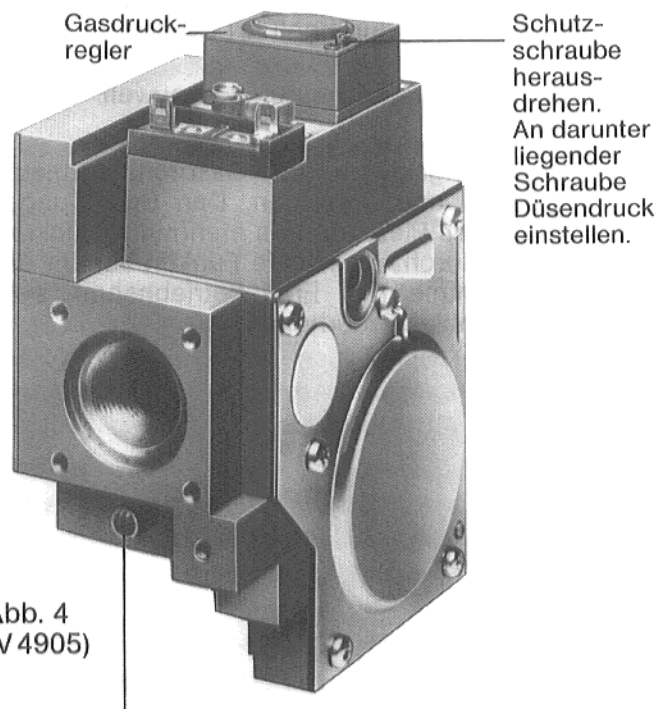

Abb. 4
- 6.2.3 Bei Gasbrennerarmatur „Honeywell“ V 4905 / VR 4905 Schutzschraube über Einstellschraube am Gasdruckregler für die Gasmenge herausdrehen (Abb. 4).